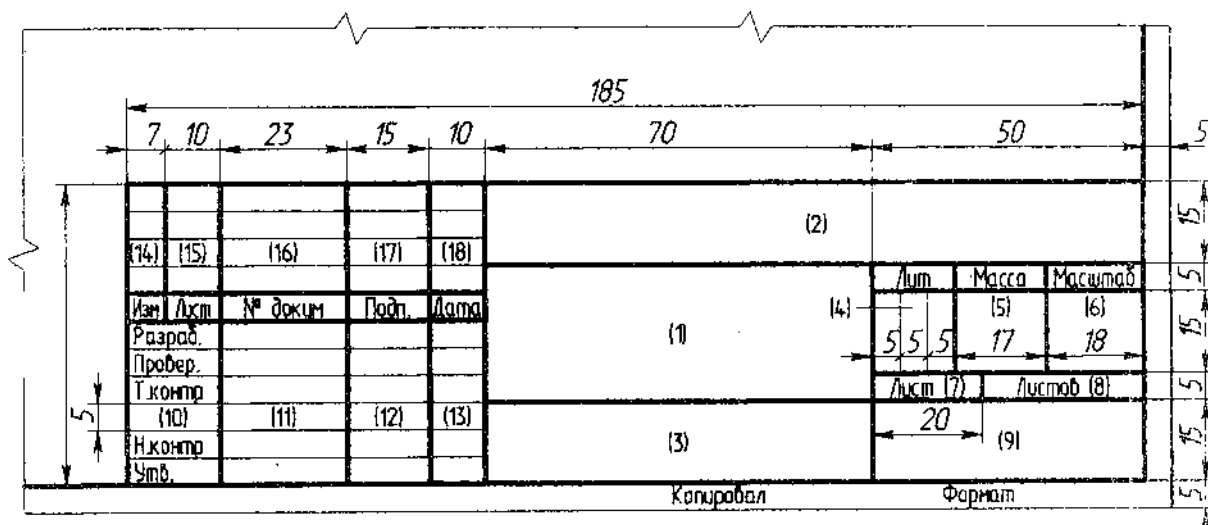

Рис. 2. Основная надпись по ГОСТ 2.104 – 68
Форма и содержание основной надписи (ГОСТ 2.104 - 68) приведены на рис. 2. В учебном заведении в графах основной надписи указывают:
2. Начертите основную надпись в рабочей тетради, строго соблюдая размеры граф и толщины линий, проанализируйте и зафиксируйте содержание отдельных граф по *рис. 2*